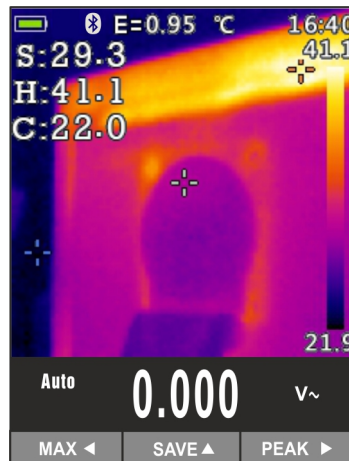

Abb. 45: Speichern von IR Bildern
- Drücken Sie die Taste **HOLD/REL**, um das Ergebnis im Display einzufrieren. Die Meldung "HOLD" erscheint im Display und die Taste **SAVE ▲** (siehe Abb. 45)